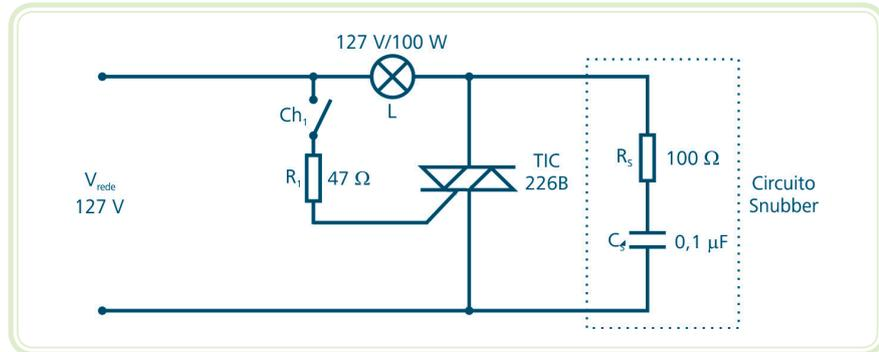

Figura 7.5: Circuito de controle de onda completa com TRIAC
A Figura 7.5 mostra um circuito de controle de onda completa utilizando TRIAC.
3. Na verdade, as condições de disparo são diferentes para cada quadrante. Como ficaria a resolução do exemplo da Figura 7.5 se as correntes de disparo do 1° e 3° quadrantes fossem iguais a 15 mA e -30 mA , respectivamente?